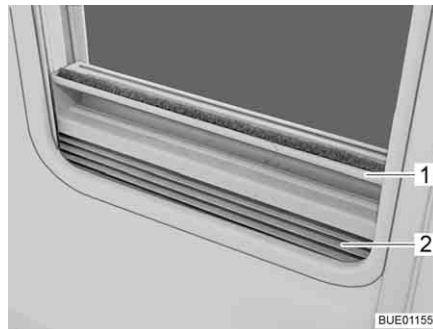

Bild 60 Plisségardin
- Ta tag i mitten på plisségardinens (Bild 60,2) list (Bild 60,1) och drag den nerifrån och upp och släpp loss den vid önskad höjd. Plisségardinens stannar på denna höjd.